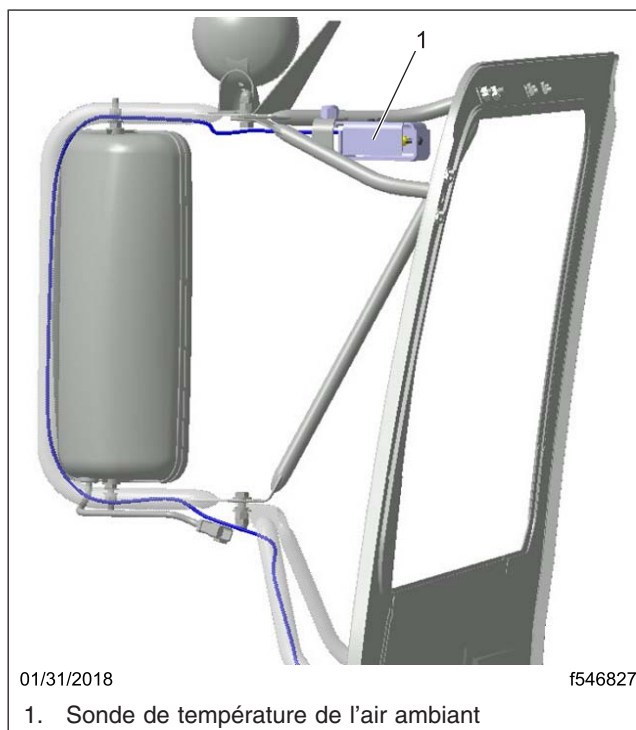

Fig. 1, Portière du véhicule et ensemble du rétroviseur extérieur
3. Retirez les deux vis qui fixent le couvercle du capteur, puis déposez le couvercle. Reportez-vous à la figure 1.